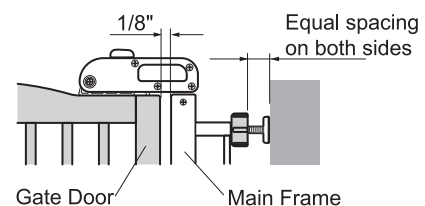

Fig. 4-2
3. Tighten the upper Adjuster Knob until the clearance between the Gate Door and the Main Frame is set to 1/8" to create equal spacing as shown in **Fig. 4-2**.
Tighten the Adjuster Knobs equally on both sides to prevent overturning or damage to the product as shown in **Fig. 4-2**.
3. Apriete la perilla de ajuste superior hasta que el espacio libre entre la puerta y el marco principal sea de 3 mm (1/8") para crear un espaciado igual, como se muestra en la Fig. 4-2.
Apriete las perillas de ajuste igualmente en ambos lados, para evitar el vuelco o daños al producto, como se muestra en la Fig. 4-2.